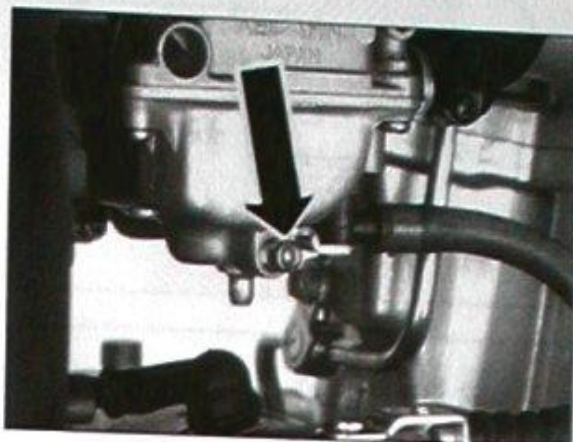

Bild 81
- Geeignetes Auffanggefäß unter Ablassschläuche (so vorhanden) der Schwimmerkammer stellen und Kraftstoff aus Schwimmerkammer nach Aufdrehen der Ablass-Schrauben (Bild 81) ablassen.